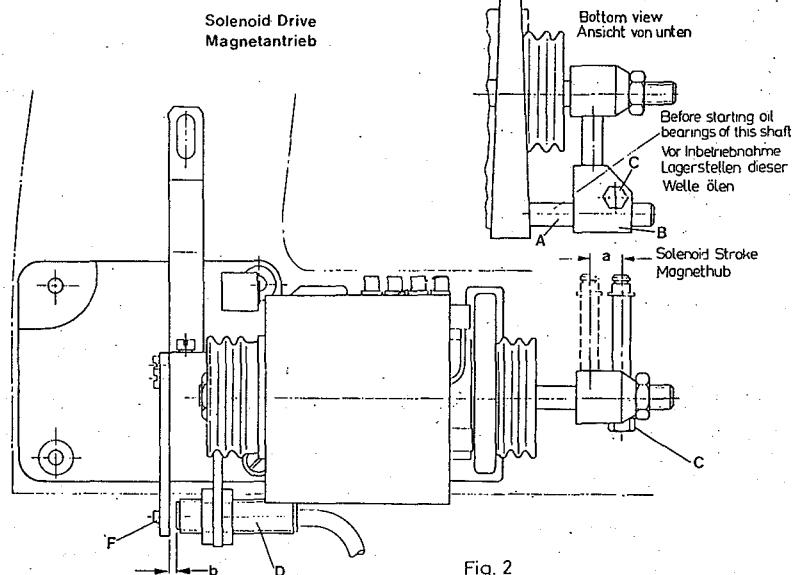

Fig. 2
Loosen nut (C, Fig. 2) and move head (B) as required on shaft (A) to obtain the desired dimension "a" (Fig. 2) according to the following table:
Note: The dimension "b" (Fig. 2) is adjusted when the motor is switched on, as described under item 12.
Nach dem Lösen der Mutter (C, Fig. 2) kann der Kreuzkopf (B) auf der Welle (A) entsprechend verschoben werden und das Maß "a" (Fig. 2) nach folgender Tabelle eingestellt werden:
Beachten Sie: Das Maß "b" (Fig. 2) wird erst bei eingeschaltetem Motor, wie unter Punkt 12 beschrieben, eingesetzt.